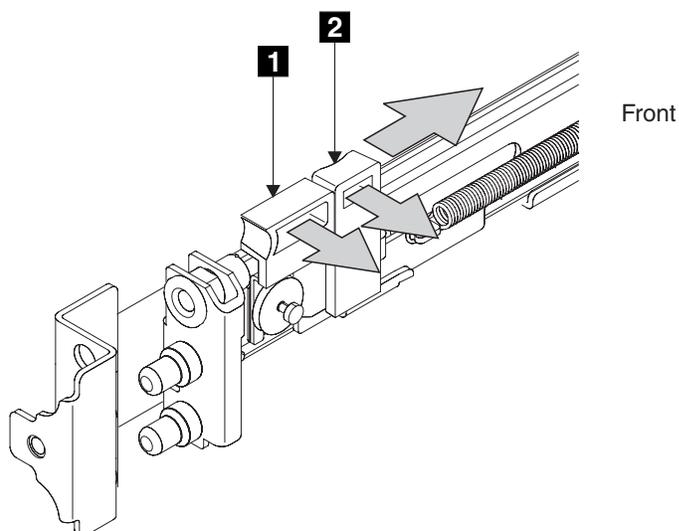

図 126. 前部ラッチ・ロック・キャリア・アセンブリーを開く
5. ラッチ・レバー **1** をレールの一番端の方向に移動させながら、ラッチ・ロック **2** を軽く押してレールから離します (204 ページの図 126)。ラッチ・ロック・キャリア・アセンブリーが、ばねの強度でスライドします。